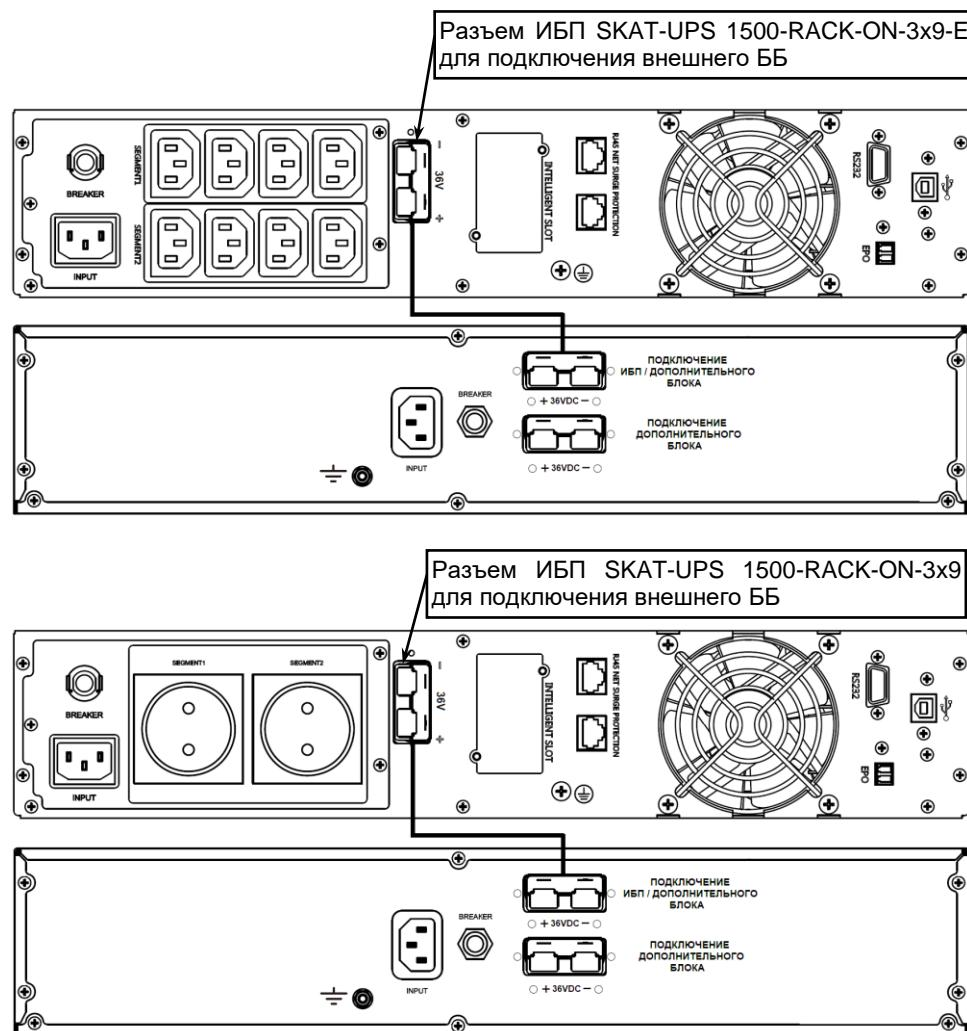

Рисунок 5 – Схемы подключения ББ к
- Подключение ББ выполняется в следующей последовательности (см. рисунок 5):